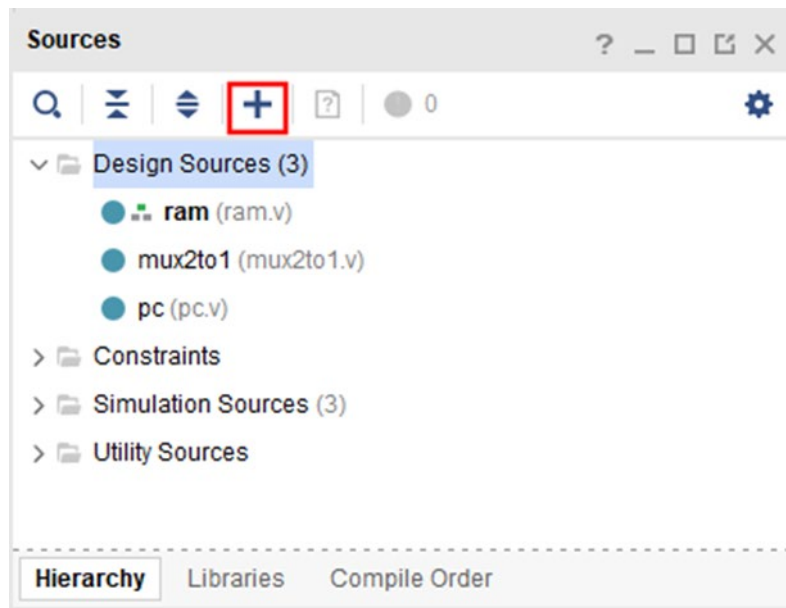

图 3.4.16 添加 register 的仿真文件
(1) 点击“+”添加“register”的仿真文件（图 3.4.16）。